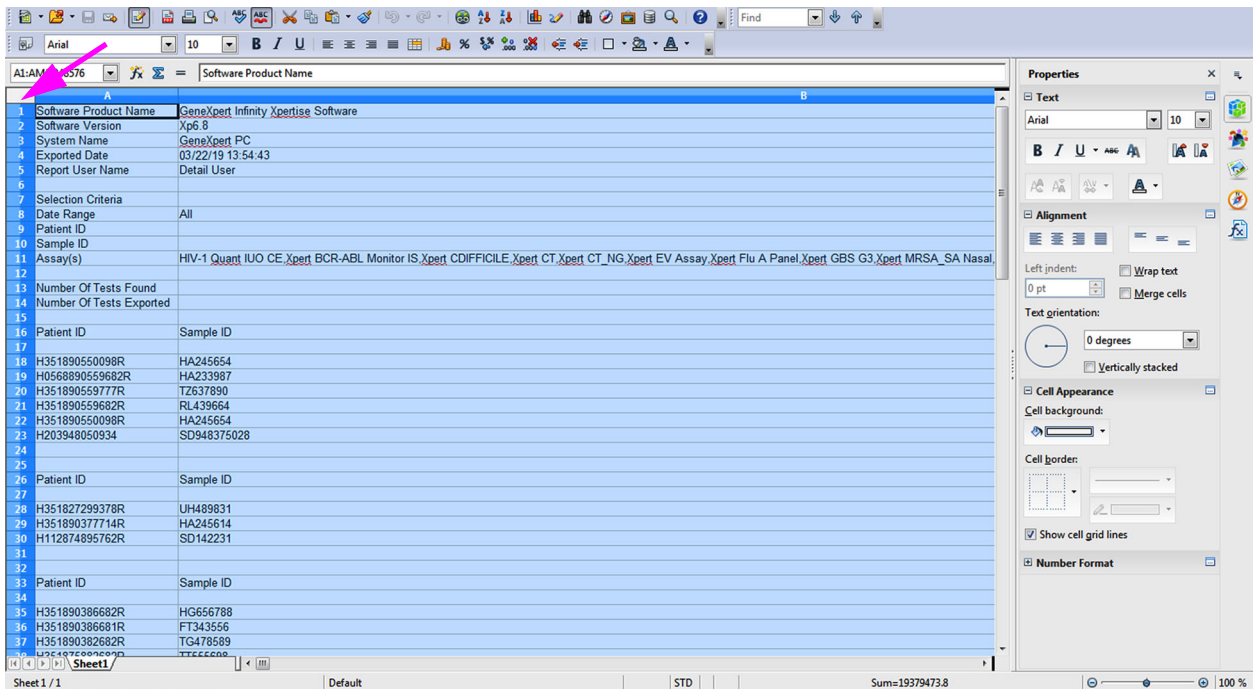

図 C-13. 全てのセルが選択された状態
- 正しいオプションが選択されていることを確認したら、**OK** をクリックします。図 C-13 を参照。
6. .csv ファイルで、図 C-13 に示すように、ファイル表示の左上隅をクリックして、全ての有効なセルを選択します。有効なセルが青色に変わります。
7. 列 **A** の青い領域を右クリックします。ドロップダウンメニューが列の右側に表示されます (図 C-13 を参照)。